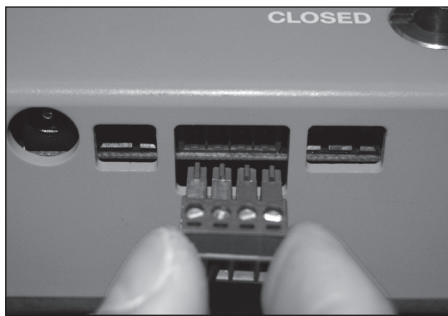

Figura 9
6. Retirar la cinta terminal de la placa de circuito verde de la unidad de control tirando directamente de la cinta terminal. **Figura 9**